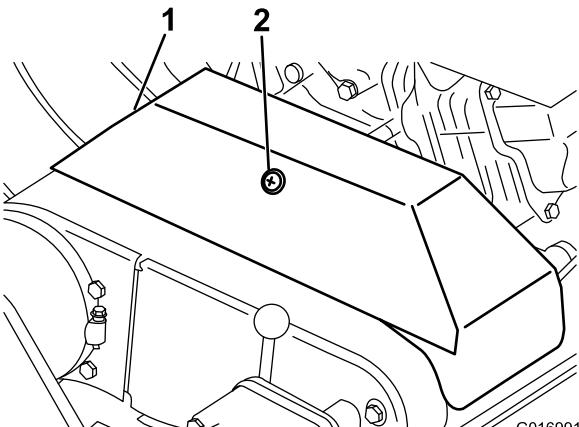

Figure 40
- Desserrez la fixation du couvercle de la courroie trapézoïdale et ouvrez le couvercle (Figure 40).
2. Desserrez la fixation du couvercle de la courroie trapézoïdale et ouvrez le couvercle (Figure 40).